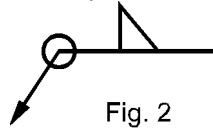

Fig. 2
2.3.1 Lorsque la soudure doit être exécutée sur tout le pourtour, ajouter une circonférence suivant figure 2.